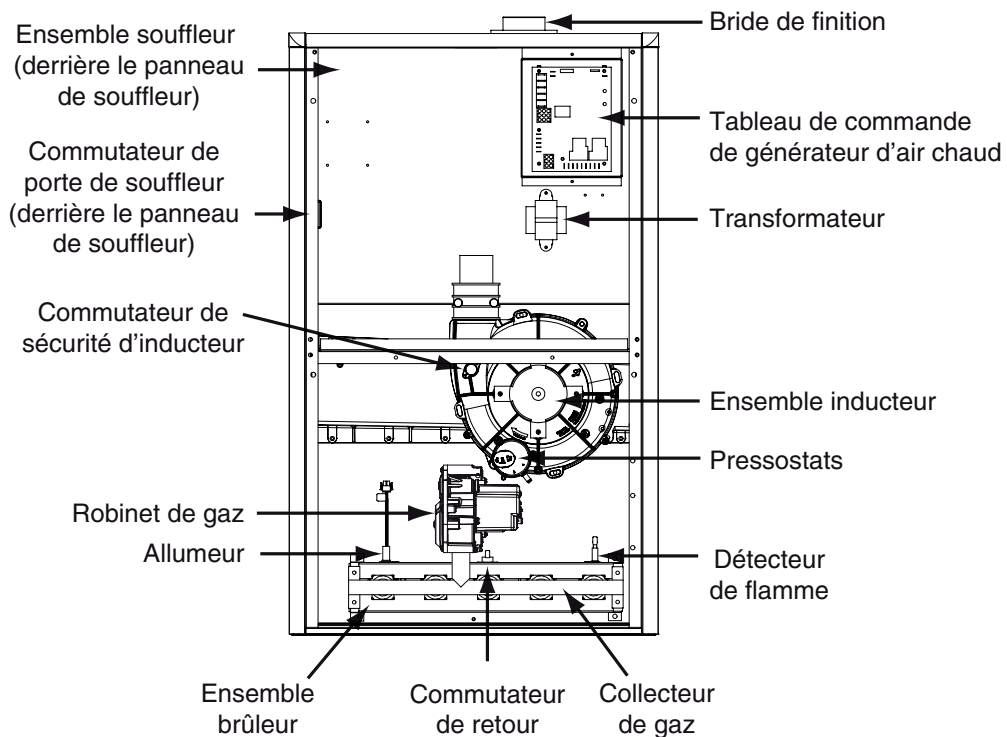

Figure 44. Emplacement des composants pour modèles *SL et *SM
- Si le souffleur d'inducteur fonctionne et que les éléments ci-dessus ont été vérifiés, vérifiez le commutateur de sécurité du souffleur et le réenclencher au besoin. Consulter la Figure 43 (page 48) ou Figure 44 (page 49) pour l'emplacement des composants.
Les descriptions ci-dessous sont celles de différents composants fonctionnels qui ont une incidence sur le fonctionnement et l'arrêt de ce générateur d'air chaud. Certains de ces composants et leur emplacement sont montrés à la Figure 43 (page 48) ou Figure 44 (page 49). S'il faut remplacer l'un des composants du générateur d'air chaud, utiliser uniquement des pièces de remplacement homologuées par le fabricant, indiquées dans la liste de pièces de remplacement fournie en ligne.